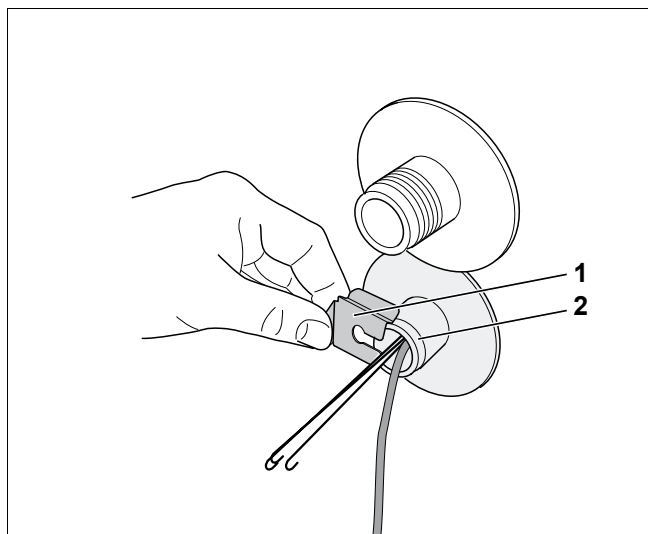

Рис. 8 Установка фиксатора датчика
- Надеть сбоку фиксатор (рис. 8, поз. 1) на гильзу (рис. 8, поз. 2).